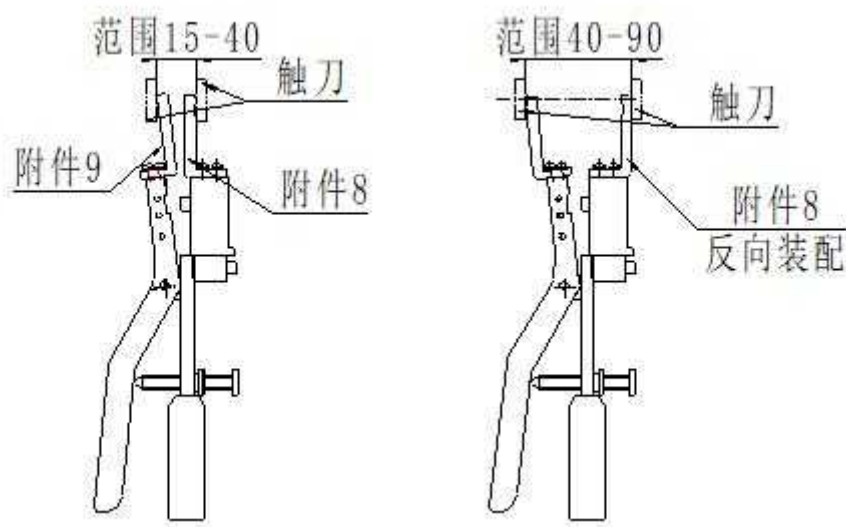

图 11 户内隔离开关测量示意图
4.1.1 图 11 是测量户内隔离开关的示意图，装上附件 8、9 后可以测量触刀开距为 8-40mm